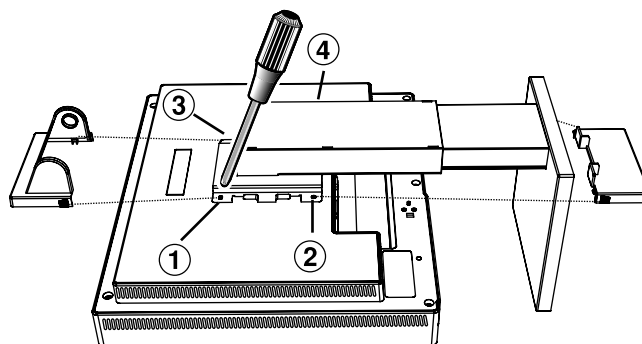

Abbildung S.2
4. Entfernen Sie die 4 Schrauben, mit denen der Fuß am Monitor befestigt ist, und heben Sie den Fuß ab (**Abbildung S.2**). Der Monitor kann jetzt auf andere Art montiert werden.